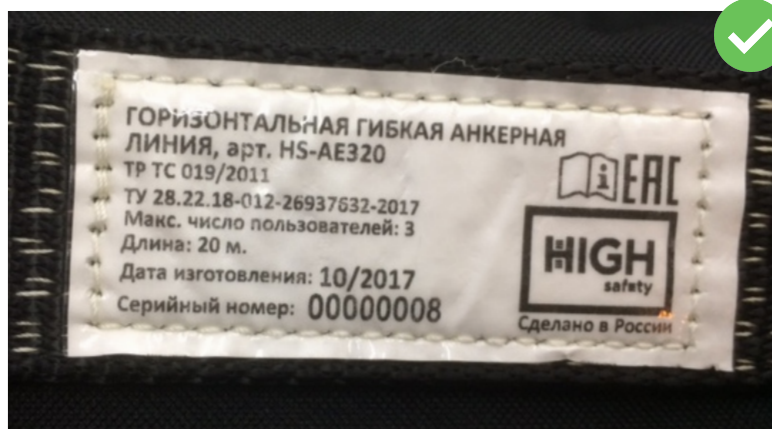

рис. 10
2. Проверьте маркировку на изделии. Она должна быть разборчивой и легко читаться (рис. 10).